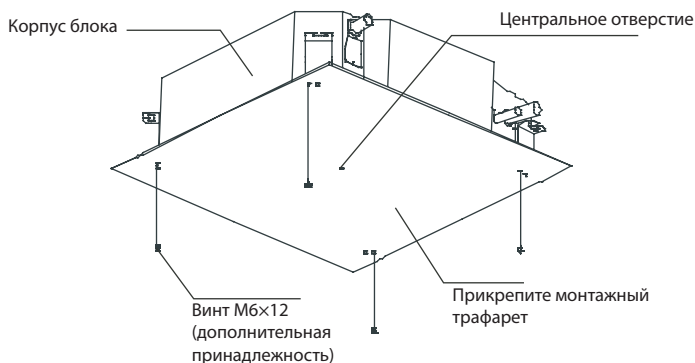

Рис. 4-5
- 2) Перед установкой корпуса кондиционера прикрепите к нему винтами М6х12 бумажный трафарет, позволяющий заранее определить размер и положение отверстия в подвесном потолке (см. рис. 4-5).